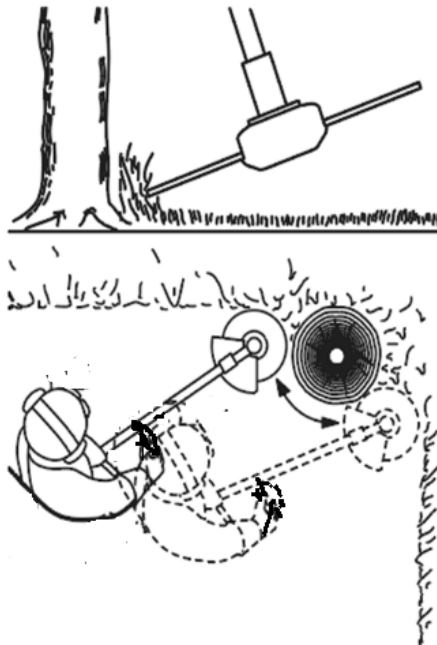

Рисунок 12. Схема скошування трави навколо дерев.
3. Під час скошування пересувати виріб повільно та обережно, щоб жилка не торкалася стовбура дерева й не пошкодила кору. Кожне дерево обходити зліва направо по колу (рис. 12).